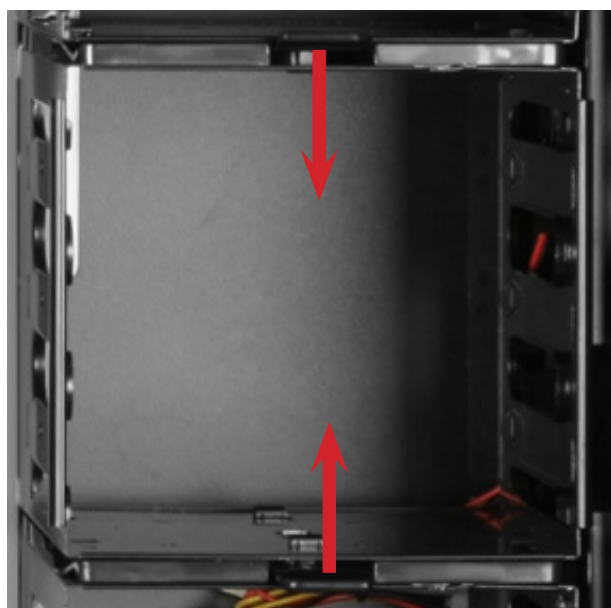

図1
2. HDDケース(図1)の取付レバーを押す/持ち上げます。